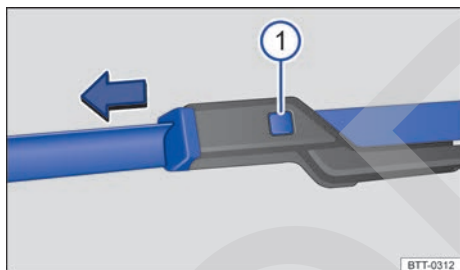

Fig. 134 Reemplazar las escobillas de los limpiaparabrisas.
- Mantener la tecla de desbloqueo ⇒ fig. 134 ① presionada y, al mismo tiempo retirar la escobilla de los limpiaparabrisas en el sentido de la flecha.